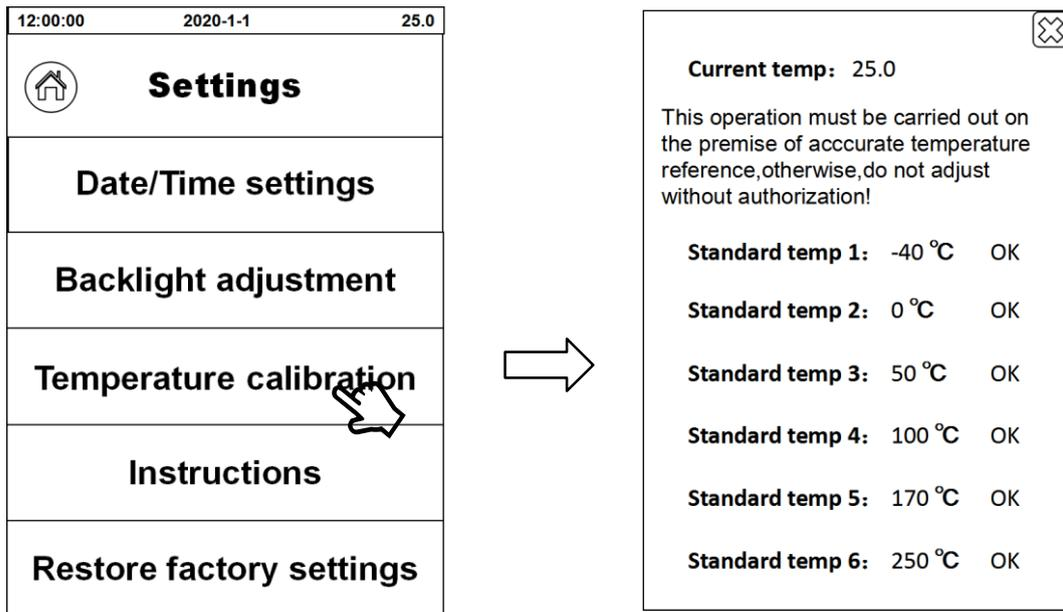

Fig. 12
- 3) Temperature calibration (Calibración de la temperatura): Esta función permite al usuario autocalibrar el valor de temperatura medido por el sensor de temperatura. (Fig. 12)